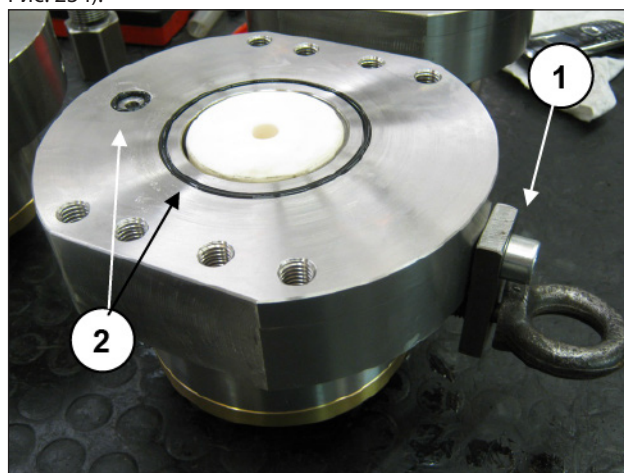
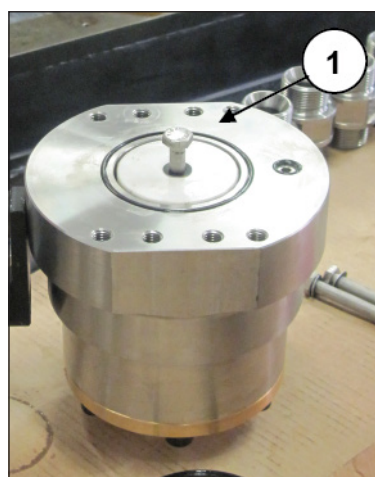

Рис. 233
Рис. 234
Установите приспособление для подъема узла (поз. ①, Рис. 233) и уплотнительные кольца O-ring в опорную поверхность держателя (поз. ②, Рис. 233), а затем вставьте в него винт крепления поршня с противоположной стороны от опорного кольца для уплотнений (поз. ①, Рис. 234).